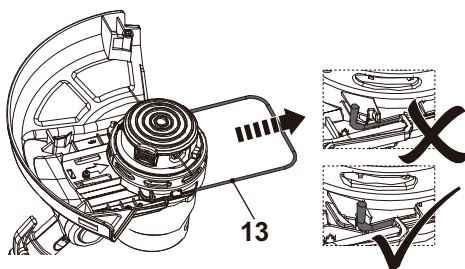

Fig. 10, posición de recorte/bordeo
1. Tire del protector de plantas (13) hasta que se bloquee para su funcionamiento de recorte/bordeo (Fig. 10).